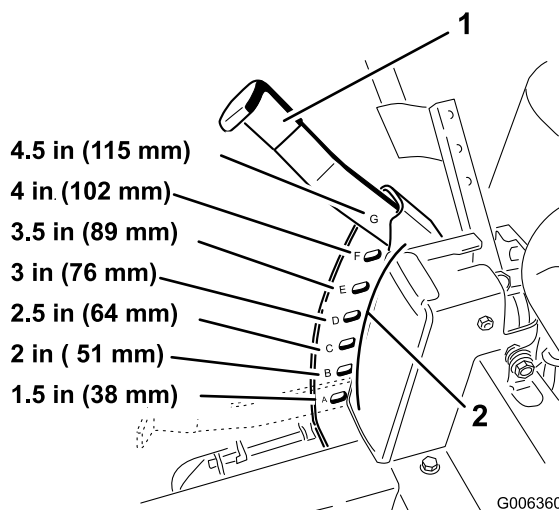

Figura 14
1. Levante la palanca de ajuste de la altura de corte a la posición de transporte, es decir, la posición de altura de corte **G** (que es también la posición de altura de corte de 115 mm) (Figura 14).